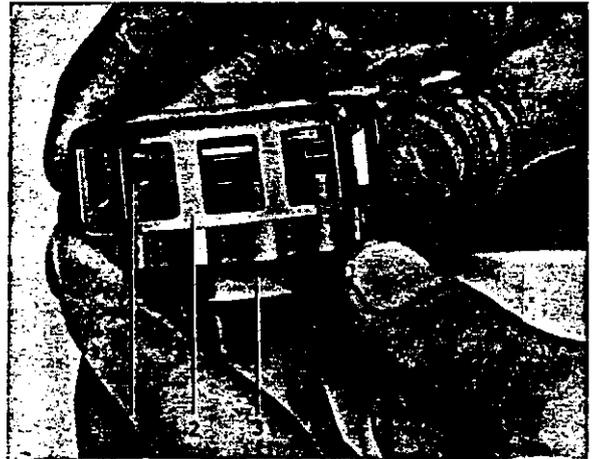
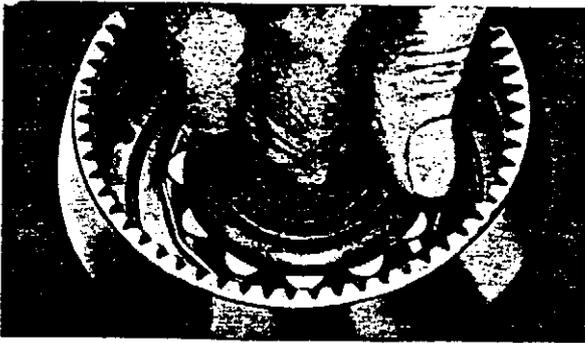
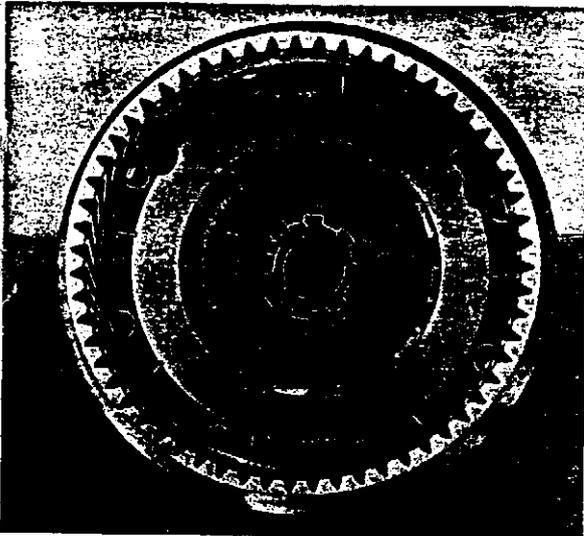

Abb. 20 Zusammenbau des Freilaufrades, I
Abb. 22 Einbau des Freilaufrades
Abb. 23 Einbau der Sicherungsscheibe, früh. Ausf.
4. Nabe des Freilaufrades (34), Feder und Rollenkäfig zusammenbauen, siehe Abb. 20. Rollenkäfig so weit es geht im Uhrzeigersinn drehen und diesen in dieser Lage mit einem Keil festsetzen, siehe Abb. 21. Rollen einlegen. Eine Schnur oder ein Gummiband um die Rollen legen. Danach Druckscheiben und Freilaufgrad in der Abtriebswelle einbauen, siehe Abb. 22. Messingscheibe einlegen, siehe Abb. 23. Die Scheibe wird bei der